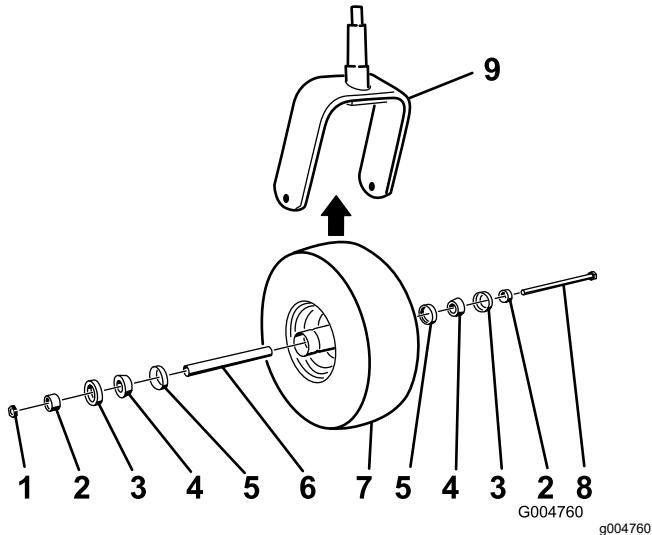

Bild 48
2. Nehmen Sie die Sicherungsmutter von der Schraube ab (Bild 48).
5. Montieren Sie das Laufrad, indem Sie die konischen Lager und Dichtungen, die mit Fett gefüllt sind, in die Radnabe drücken, siehe Bild 48 für die Positionierung.